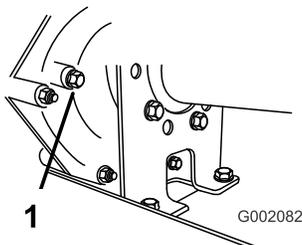

Рисунок 49
2. Выверните болт из отверстия индикации уровня жидкости (Рисунок 49).